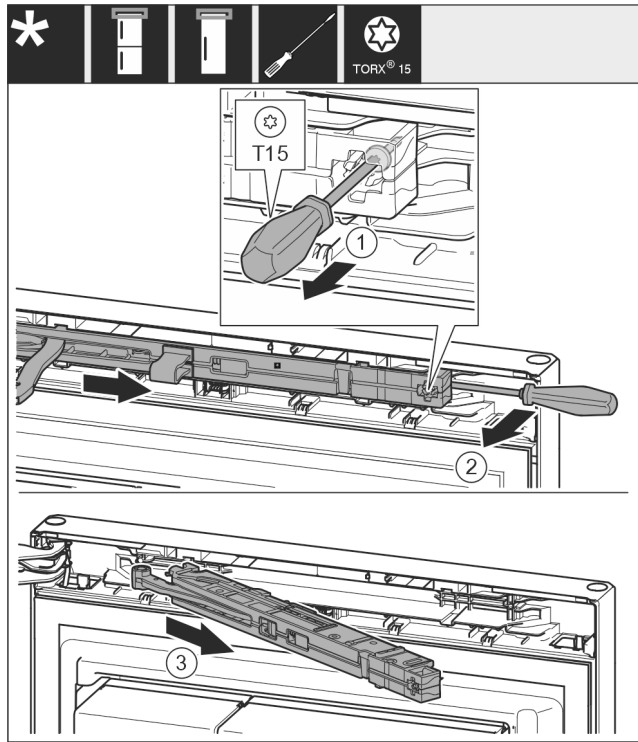

Fig. 8
- ▶ A zárárcsillapító egységnél T15 csavarhúzóval kb. 14 mm mértékben engedje ki a csavart. Fig. 8 (1)
- ▶ Nyúljon a markolat felőli oldalról csavarhúzóval a zárárcsillapító egység mögé, és forgassa előre az egységet. Fig. 8 (2)
- ▶ Húzza ki a zárárcsillapító egységet. Fig. 8 (3)